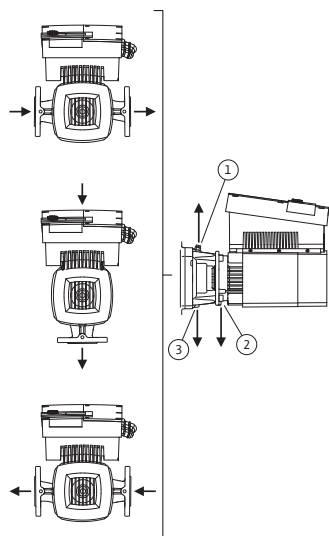

Fig. 23: Dopuszczalne położenia montażowe z poziomym wałem silnika
Dopuszczalne położenia montażowe z poziomym wałem silnika i modułem elektronicznym skierowanym w górę ( $0^\circ$ ) są przedstawione na Fig. 23. Nie przedstawiono dopuszczalnych położen montażowych z modułem elektronicznym zamontowanym z boku ( $\pm 90^\circ$ ). Dozwolone jest każde położenie montażowe, z wyjątkiem montażu „moduł elektroniczny skierowany w dół” ( $-180^\circ$ ). Odpowietrzanie pompy jest zapewnione tylko wtedy, gdy zawór odpowietrzający jest skierowany w górę (Fig. 23, poz. 1).
Tylko w tej pozycji ( $0^\circ$ ) spływający kondensat może być odprowadzany przez odpowiedni wywiercony otwór, latarnię pompy (Fig. 23, poz. 3) oraz silnik (Fig. 23, poz. 2). W tym celu należy usunąć korek na kotnierzu silnika (Fig. 7, poz. 7a).
- Przy poziomym wale silnika otwór na kondensat musi być skierowany w dół (Fig. 23, poz. 2). W razie potrzeby odpowiednio obrócić silnik.